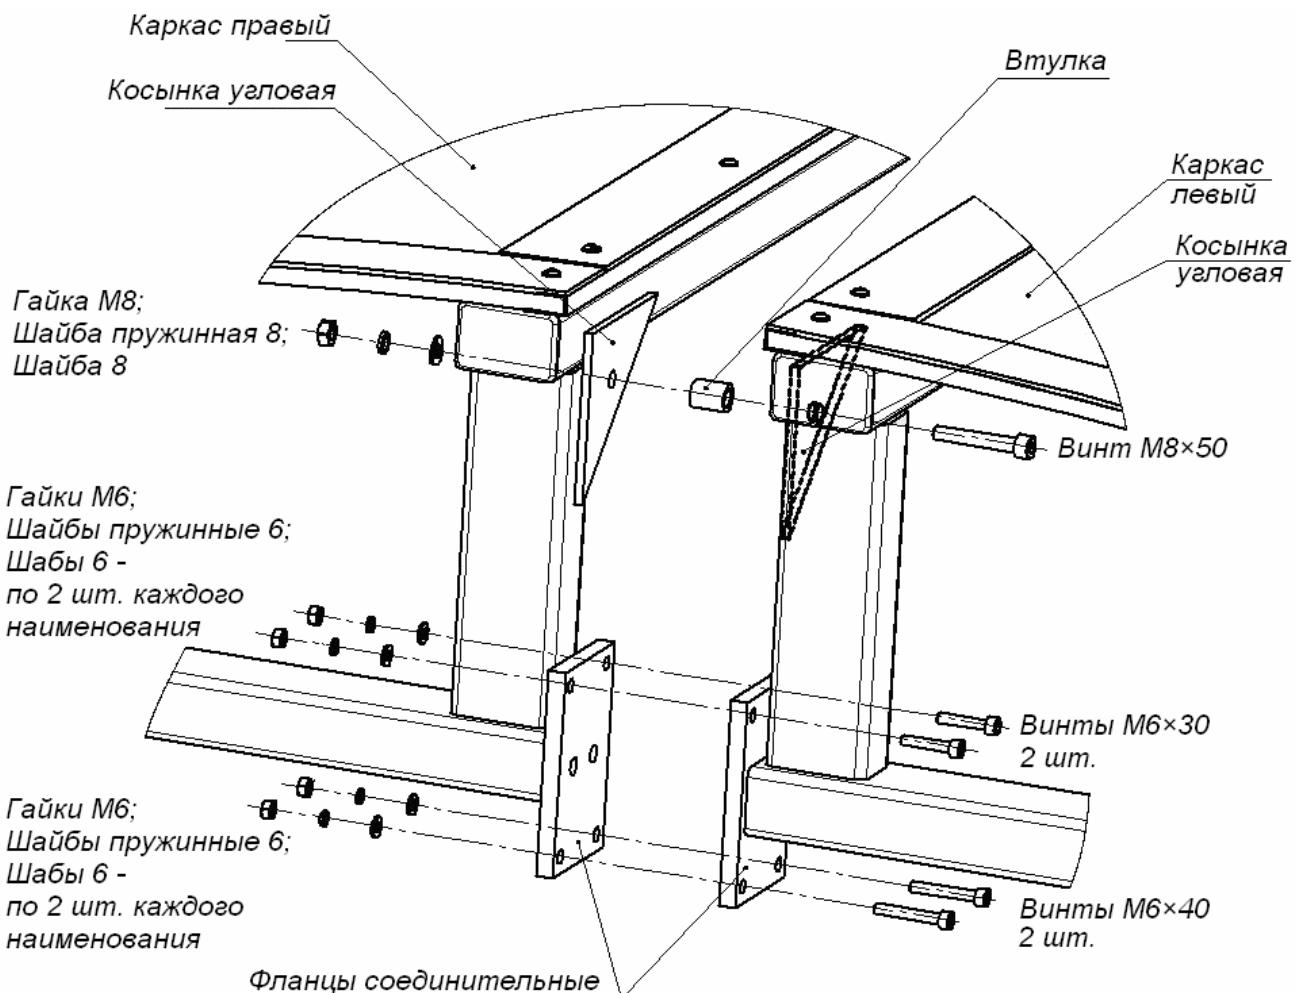
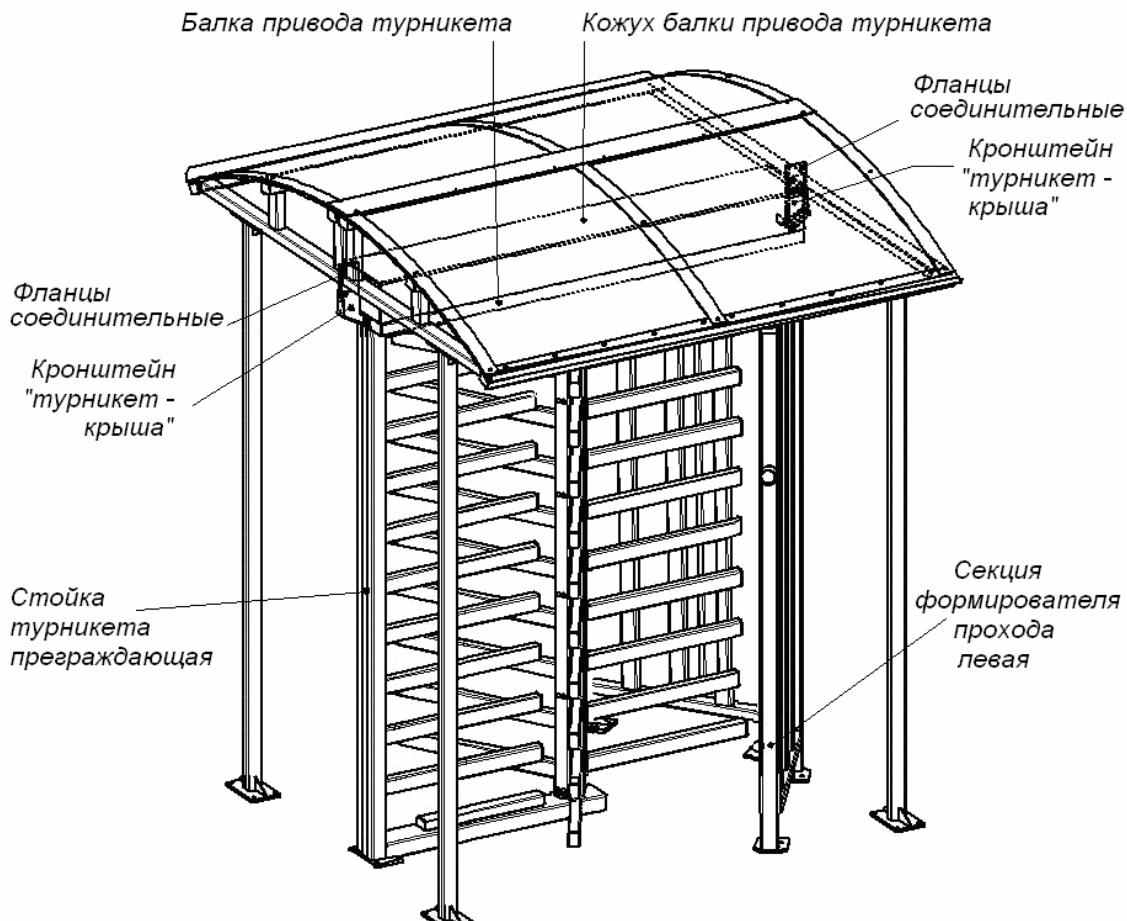

Рисунок 5 Схема соединения каркасов правого (1) и левого (2)
Рисунок 8 Расположение кронштейнов «турникет-крыша» между фланцами соединительными (6) крыши и балкой привода турникета
8.3.6 Изнутри левого каркаса через отверстие в его угловой косынке проденьте винт M8×45, наденьте на винт втулку и вставьте его в отверстие угловой косынки правого каркаса (см. рис. 5). Зафиксируйте винт изнутри правого каркаса гайкой M8 с двумя шайбами.
8.3.16.2 Со стороны преграждающей стойки турникета (см. рис. 8) выверните из соединительных фланцев каркасов крыши два нижних винта M6×40 с гайками и шайбами (см. рис. 5);
8.3.17 Аналогичным образом установите кронштейн «турникет-крыша» со стороны секций формирователя прохода турникета (см. рис. 8).